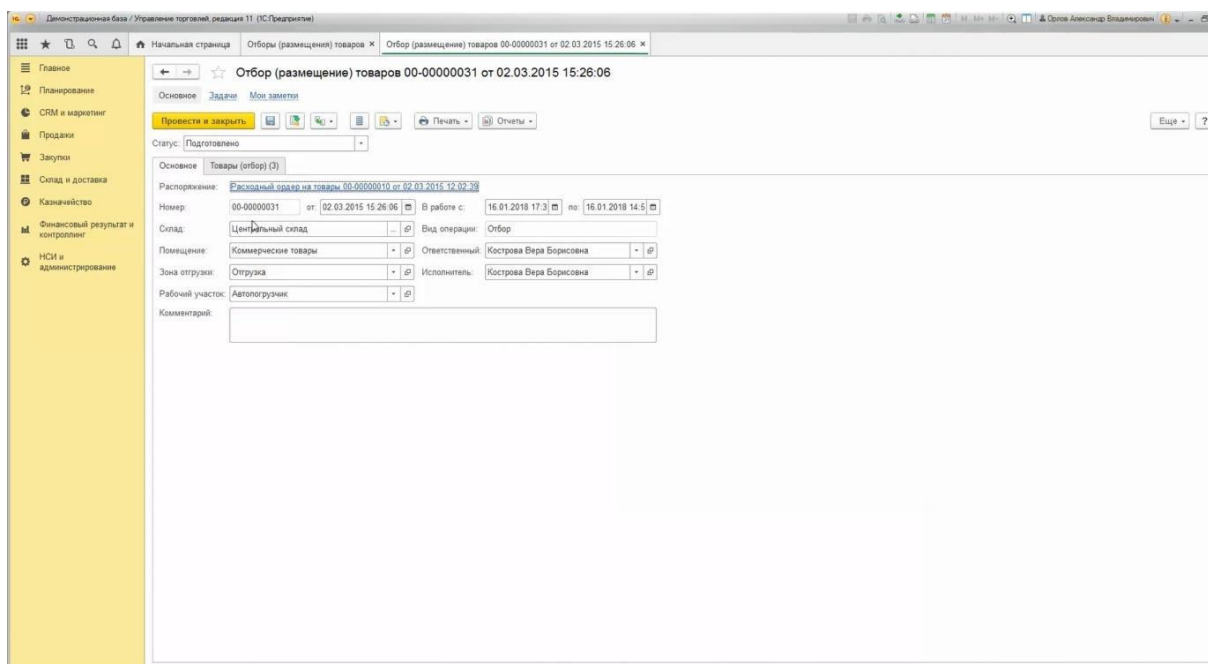

Рисунок 41 Документ «Отбор (размещение) товара»
- параметры **«Склад»**, **«Помещение»** и **«Исполнитель»** задаются для дополнительной фильтрации между исполнителями заданий. Их присылает приложение. (Рис. 41). В табличной части документа «Отгружаемые товары» действие должно быть установлено **«Отобразить»**.